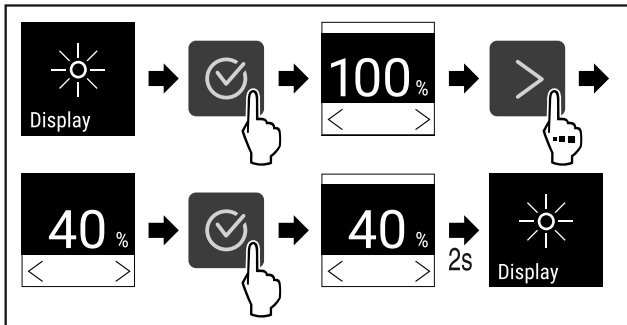

Fig. 81
- ▶ Genomför stegen (se Fig. 81).